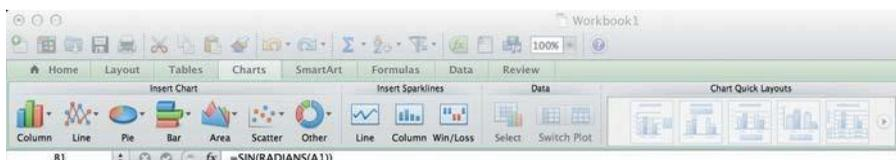

Рисунок 4.14
8. Выделив ячейки, нажмите кнопку Вставить в меню, а затем диаграмму. Это должно открыть селектор диаграммы, как показано на рис. 4.14.